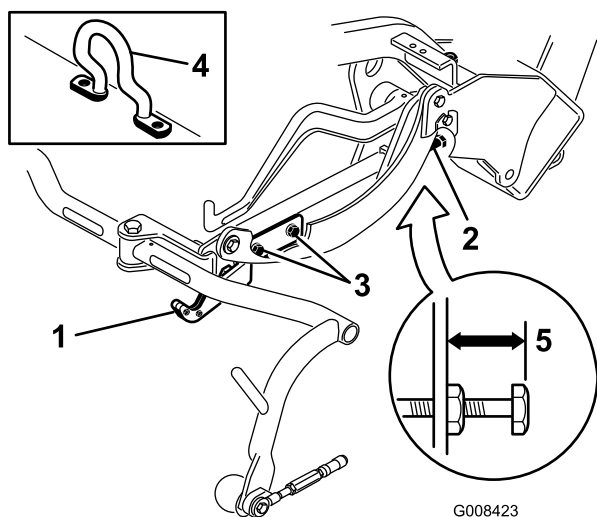
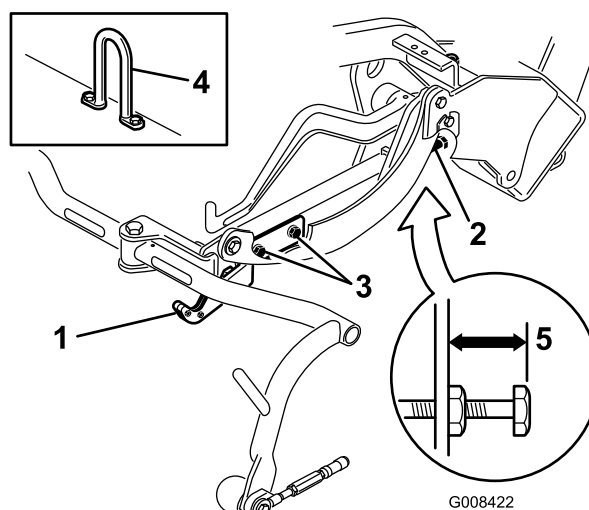
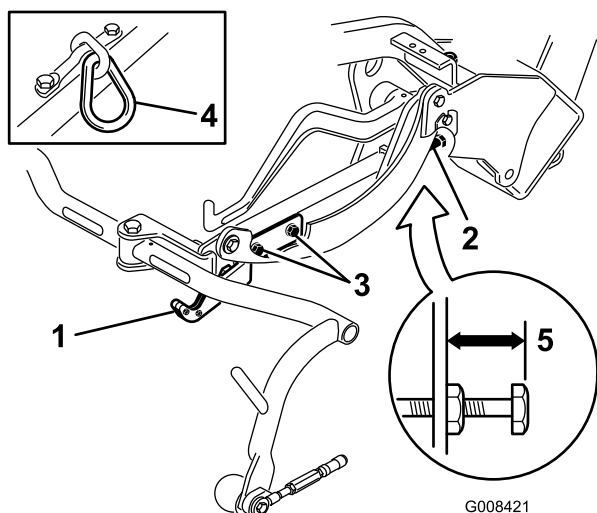

Рисунок 12
Рисунок 14
Рисунок 13
Проверьте транспортную высоту (Рисунок 13 и Рисунок 14) и при необходимости отрегулируйте.
2. На режущих блоках, оборудованных подъемной проушиной (Рисунок 12, врезка), убедитесь в том, что расстояние от верха регулировочного винта несущей рамы до задней стороны несущей рамы составляет 25 мм. Если расстояние не равно 25 мм, перейдите к этапу 4.
3. На режущих блоках, оборудованных подъемной проушиной (Рисунок 13 и Рисунок 14, врезка), убедитесь в том, что расстояние от верха регулировочного винта несущей рамы до задней стороны несущей рамы составляет 22 мм. Если расстояние не равно 22 мм, перейдите к этапу 4. Если режущий блок оборудован подъемной проушиной (Рисунок 12), перейдите к следующему этапу.
4. Выверните винты крепления транспортной планки (Рисунок 13, Рисунок 14 и Рисунок 12).
7. Если несущие рамы находятся на разной высоте, отпустите зажимную гайку на регулировочном винте несущей рамы (Рисунок 12, Рисунок 13 и Рисунок 14). Поворачивайте винт наружу для подъема и внутрь для опускания. После получения надлежащей высоты затяните зажимную гайку.